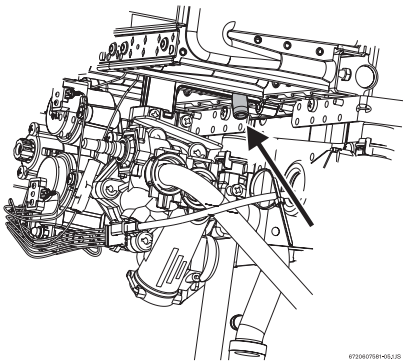

Bild 10 Messpunkt Düsendruck
- Messgerät am Mess-Stutzen (Düsendruck) anschließen (Bild 10).